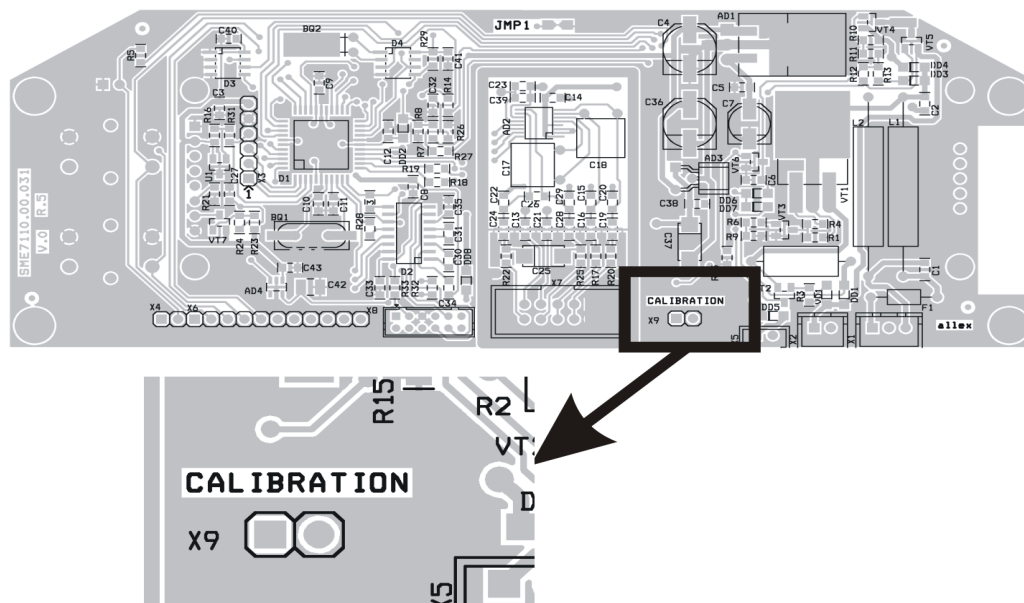

Рисунок 15. Местоположение градуировочных контактов X9 на плате.
1. Для входа в режим градуировки включить весы, снять крышку и замкнуть на 1 секунду градуировочные контакты X9 (на плате обозначены как CALIBRATION — см. Рисунок 15).